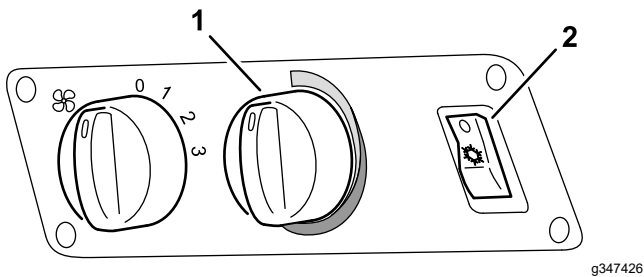

Figura 32
2. Asegúrese de que el freno de estacionamiento está accionado, arranque el motor, gire el control de temperatura a la posición de frío y pulse el interruptor del aire acondicionado a la posición de ACTIVADO (Figura 32).
6. Pulse el interruptor del aire acondicionado (Figura 32) a la posición de DESACTIVADO y apague el motor.